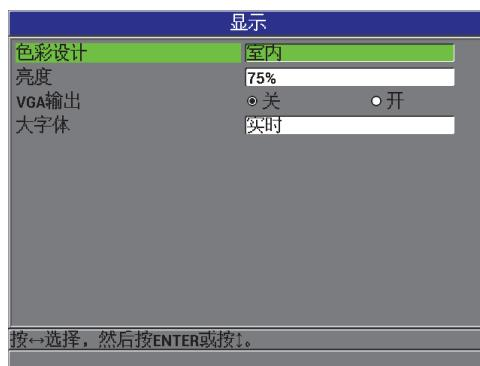

图 3-4 显示屏幕
2. 在**显示**屏幕上（参见第 61 页的图 3-4），选择所需的参数，并为以下参数设置适当的值：